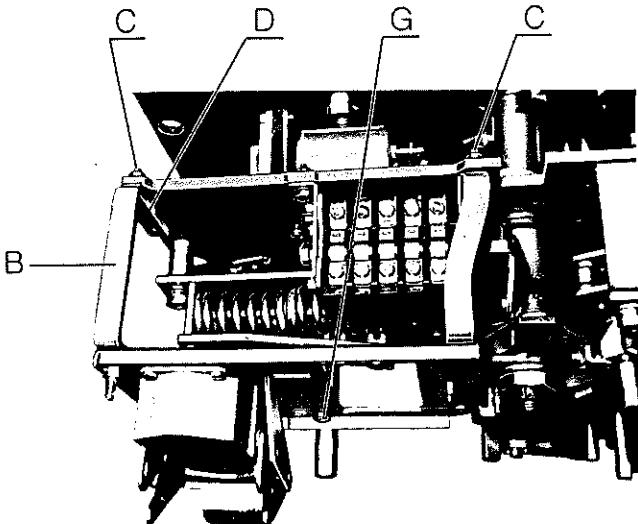

Fig. 21 – Montaggio contatti ausiliari (Nr. 5 e 12) per comandi up to SACE ES-ESM 16/20.
- Allentare le viti (C) e togliere il gruppo morsettiera supporti e passacavi.
- Montare al suo posto il gruppo supporto con connettori e cavi di collegamento fissandolo con le viti (C) e la vite con distanziatore (G).
- c) Gruppo di 12 contatti con connettori (fig. 21). (Escluso per comandi SACE ES-ESM 16/20).
- a) Group of 12 contacts with terminal box (fig. 21). (Not available for operating mechanisms SACE ES-ESM 16/20).